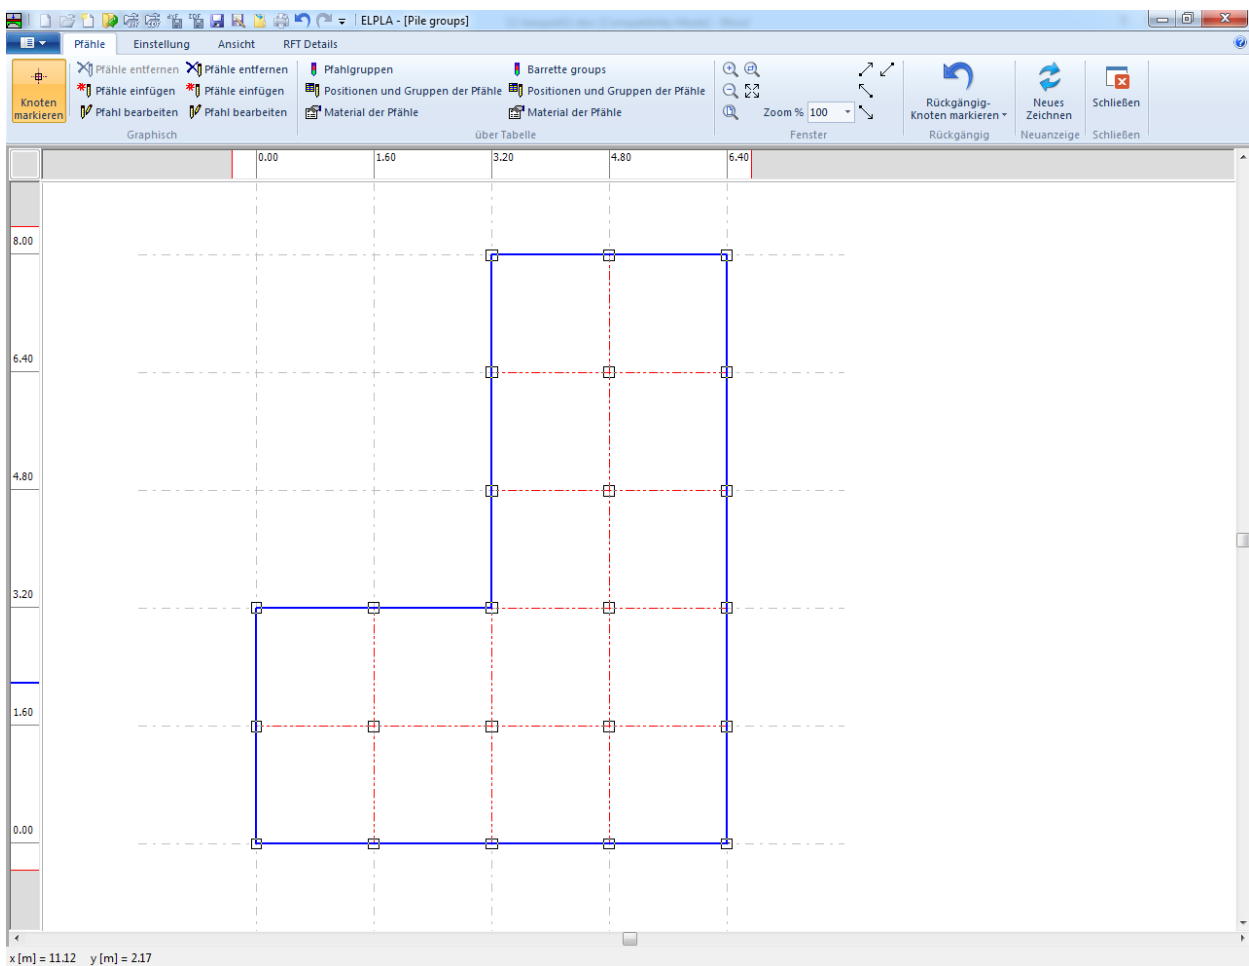

Bild 11.18 Markieren der Knoten mit Pfählen
- Markieren Sie die Knoten mit Pfählen, wie im Bild 11.18 gezeigt
- Wählen Sie den Befehl "Pfähle einfügen" aus dem Menü "Graphisch" (Bild 11.18)